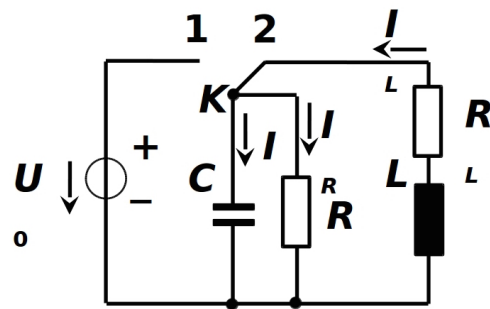
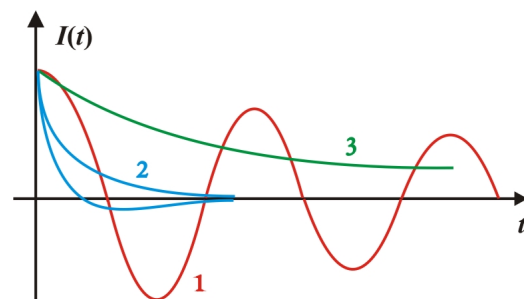

Abbildung 2: Realer LC-Schwingkreis
Abbildung 3: Stromstärke bzw. Spannung beim realen RLC-Schwingkreis
In Abb. 2 stellen die eingezeichneten Widerstände Ersatzwiderstände für diese Dämpfungsphänomene dar. R steht für die Verluste im Kondensator und durch Abstrahlung, R_L beschreibt die ohmschen Verluste in den Spulendrähten. Abb. 3 zeigt Ihnen die Wirkung. Je nach Größe der Verluste finden Sie eine gedämpfte Schwingung (1), ein langsamem aperiodisches „Kriechen“ zurück ins Gleichgewicht (3) oder im Übergang zwischen diesen Phänomenen den sog. *aperiodischen Grenzfall* (2) – die schnellstmögliche Relaxation in die Gleichgewichtslage. Je nach Anfangsbedingung kann hier ein Nulldurchgang auftreten.
Die hier auftretenden Stromstärken sind nicht unabhängig (Knoten K Abb. 2):